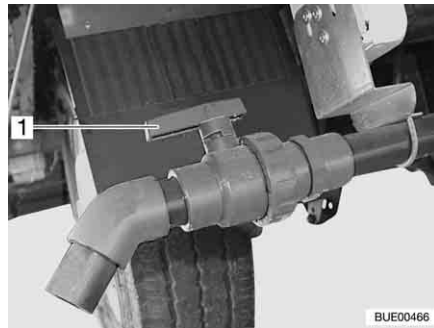

Bild 246 Ablasshahn
- Griff (Bild 246,1) des Ablasshahns in Fließrichtung drehen.